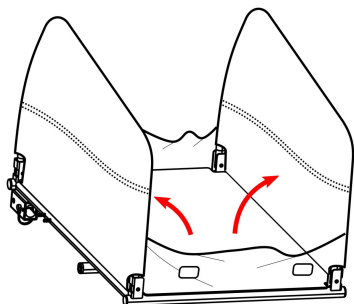

Figura 1
Estrarre il telaio principale del rimorchio e tutti gli altri componenti dal cartone. Sollevare entrambi i pannelli laterali in posizione verticale (Figura 1) .
Estrarre e fissare il tessuto con la fibbia. Stringere la cinghia per fissare il tessuto (Figura 1 0). Attaccare la chiusura a strappo nella posizione corrispondente.
Inserire l'asta della bandiera nella tasca dell'asta della bandiera nell'angolo posteriore sinistro del pannello laterale (Figura 1 1) .
È possibile arrotolare e imballare il panno quando non lo si utilizza (Figura 1 1) .
(bianchi) e posteriori (rossi). (Figura 1 0,11)
1. Asse a sgancio rapido : rimuovere lo sgancio rapido dal lato sinistro dell'asse posteriore della bicicletta. Installare l'attacco tra lo sgancio rapido e il telaio. Stringere lo sgancio rapido seguendo il manuale del produttore della bicicletta. Il gancio può rimanere sulla bicicletta quando il rimorchio viene rimosso (Figura 1 2).